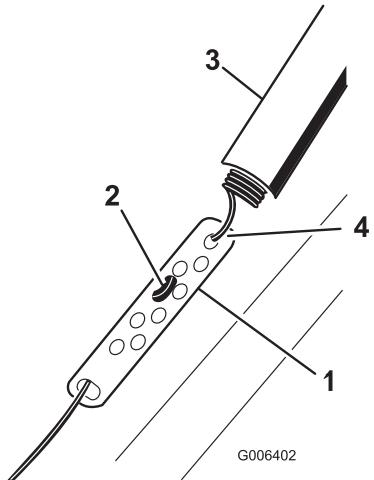

Figura 10
- Fate scorrere verso l'alto la protezione della molla e sganciate la molla dal dispositivo di regolazione (Figura 10).
- Spostate il raccordo a Z su un foro superiore o inferiore del dispositivo di regolazione, al fine di ottenere una distanza compresa tra 2 e 3 mm tra la barra di comando e la stegola (Figura 10).